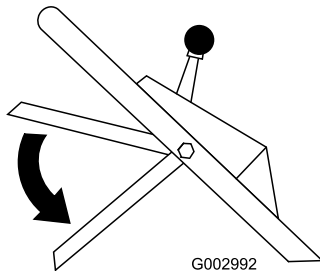

Figura 15
8. Mueva la barra de control de la cuchilla a su posición más baja (Figura 15).